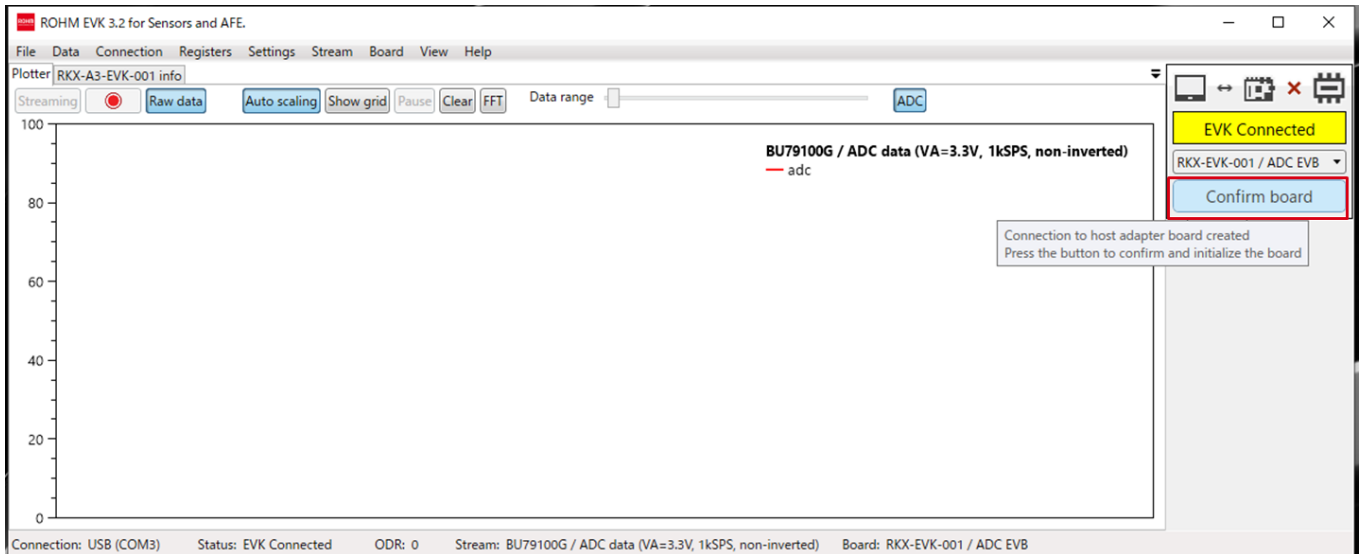

Figure 10. ROHM EVK GUI SW: “Confirm board”ボタン
5. “Confirm board”ボタンをクリック（Figure 10）